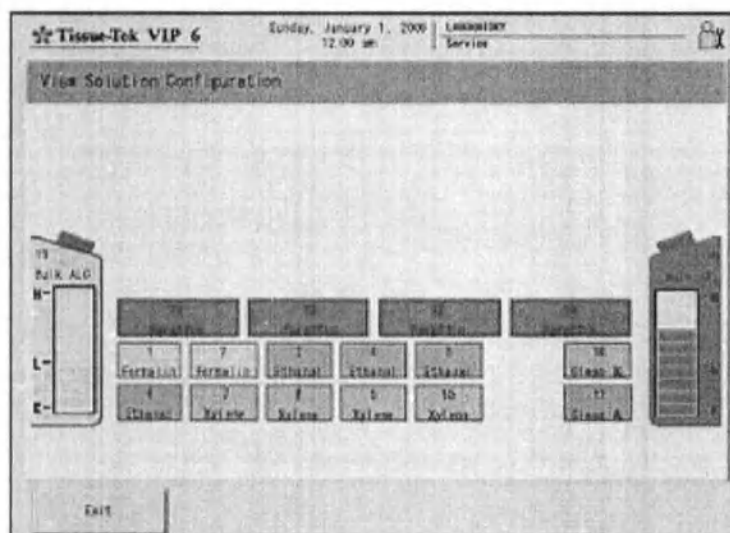

Рис. 106 Окно «Посмотреть конфигурацию растворов»
3. Нажмите кнопку **«View Solution Configuration»** (Посмотреть конфигурацию растворов). Появится соответствующий экран (Рис. 106)